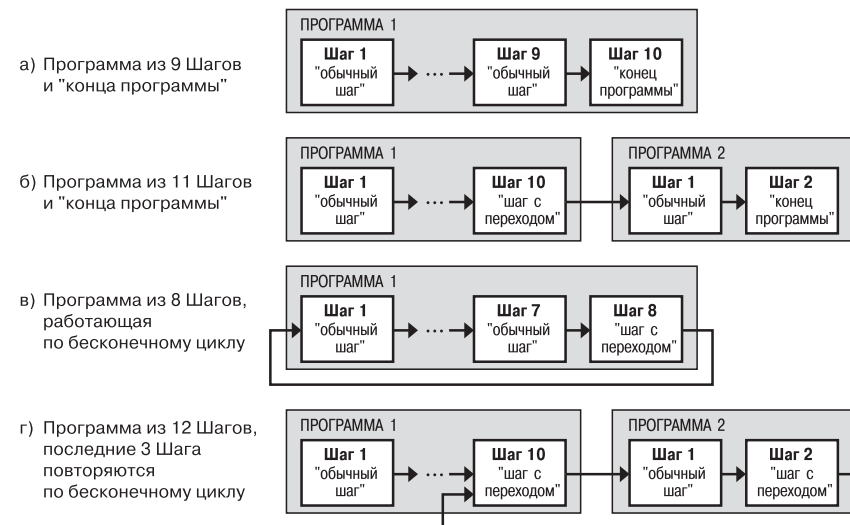

Рис. 3. Примеры Программ, которые можно реализовать с помощью различных типов Шагов
- Программу, состоящую более чем из 10 Шагов (рис. 3, б, г);
- Программу, работающую по бесконечному циклу (рис. 3, в, г).
Нециклическая Программа в TPM151-06 (рис. 3, а, б) состоит из последовательности «обычных шагов» и «шагов с переходом», которая заканчивается Шагом типа «конец программы».